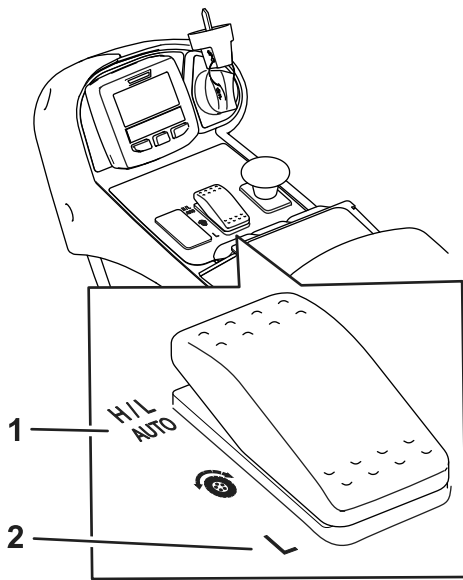
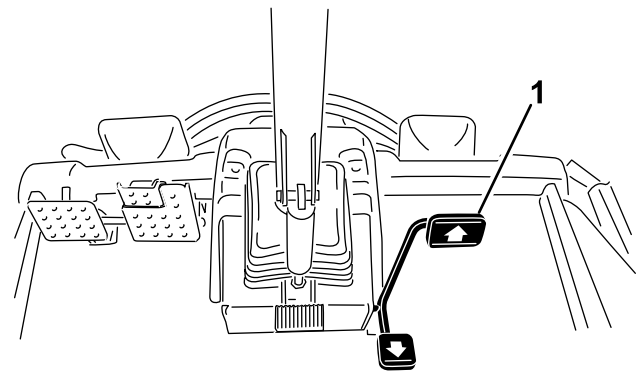

Figura 20
Figura 21
- En condiciones de uso normales, esta máquina está diseñada para funcionar en la posición H/L AUTO del interruptor de gamas de velocidad (Figura 20). Esta posición permite que la máquina cambie automáticamente entre las gamas de
- Cuando se selecciona la posición BAJA del interruptor de gamas de velocidad (Figura 20), la máquina funciona siempre en la gama de velocidad baja. Este ajuste es preferible para desplazamientos dentro de un taller, para cargar o descargar la máquina de un remolque, para subir cuevas empinadas o en cualquier otra situación en la que no se desee utilizar las altas velocidades de tracción de la gama de velocidad alta.
Esta máquina está equipada con 2 gamas de velocidad de tracción: baja y alta. El interruptor de gamas de velocidad le permite seleccionar las posiciones siguientes (Figura 20):
Esta función permite ajustar la velocidad máxima de la máquina al pisar el pedal a fondo hacia adelante (Figura 21). Puede establecer una velocidad independiente para las gamas baja y alta (Figura 20).